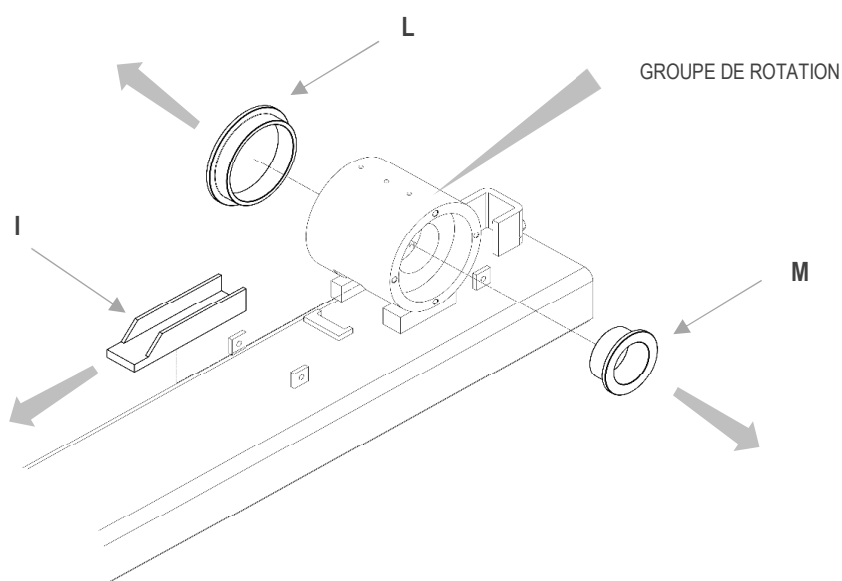

Figure 46
5. Effectuer toutes les opérations indiquées ci-dessus, déplacer le palier lisse de guidage des crémaillères I vers le haut et la retire de son logement (voir Figure 46)
6. Retirer de son logement le palier lisse bridée M du plateau et l'extraire du groupe de rotation (voir Figure 46)
7. Retirer de son logement le palier lisse bridé L du plateau et l'extraire du groupe de rotation (voir Figure 46)